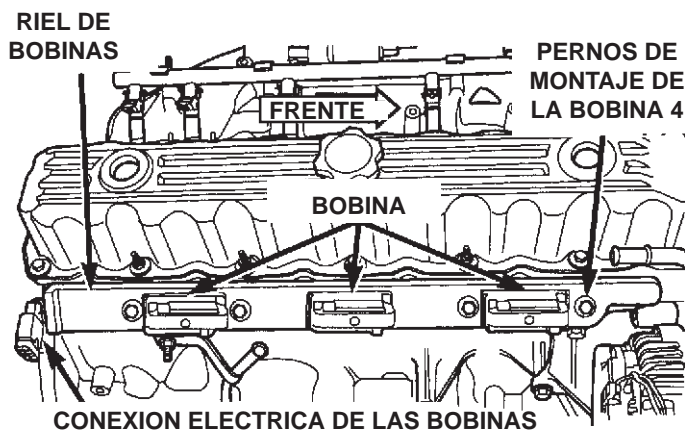

Fig. 3 Localización de las bobinas del motor de 4.0 L
(1) La bobina se encuentra atornillada directamente a la cabeza de cilindros (Fig. 3). Para las tres bobinas se emplea un solo conector eléctrico que está localizado en la parte posterior del riel de bobinas.